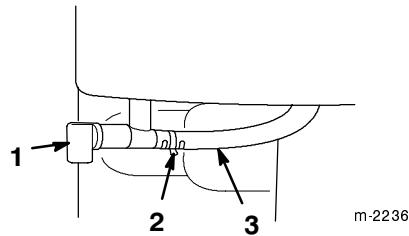

Figure 21
- Robinet d'essence** (Fig. 21)—Fermez le robinet en le tournant dans le sens des aiguilles d'une montre et ouvrez-le en le tournant dans le sens contraire des aiguilles d'une montre. Fermez le robinet lorsque vous n'utilisez pas la déneigeuse.
3. Ouvrez le robinet d'essence situé au-dessous du réservoir de carburant (Fig. 21).